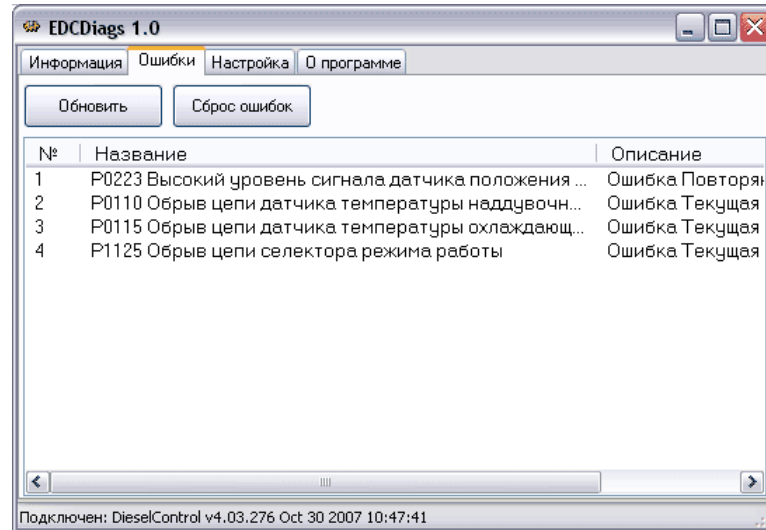

Рис. 2.10.
- 2.3.2.1. Открыть вкладку «Ошибки» (рис. 2.10).